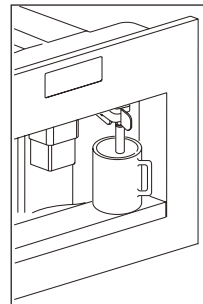
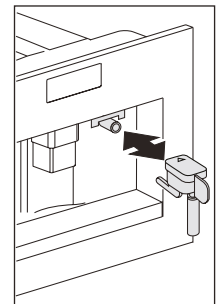

Rys. 11
Rys. 37
- Po 5 sekundach na ekspresie pojawi się komunikat „FILL TANK” (Napełnij pojemnik). Wyciągnij zbiornik na wodę (Rys. 11), przepłucz go i nalej do niego świeżej wody, nie przekraczając linii MAX. Włóż go z powrotem, wciskając do oporu. W pojemniku można zamontować filtr zmiękczający wodę (Rys. 37).